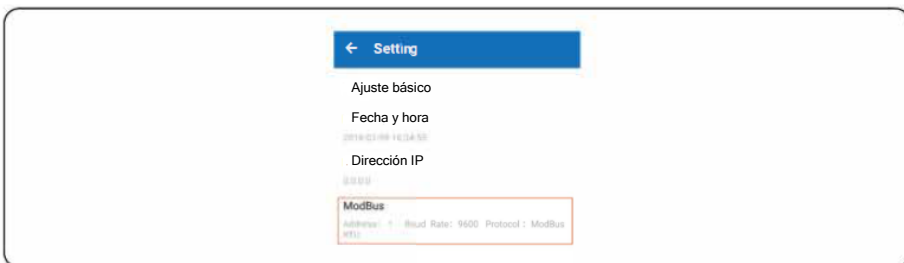

Figura 5.23 Comprobación de la dirección Modbus
**Paso 3** Compruebe la dirección Modbus en la Figura 5.23, la dirección por defecto es 1, haga un clic largo para revisar la dirección y guardarla, el inversor en el mismo bus RS485 debe tener una dirección única.